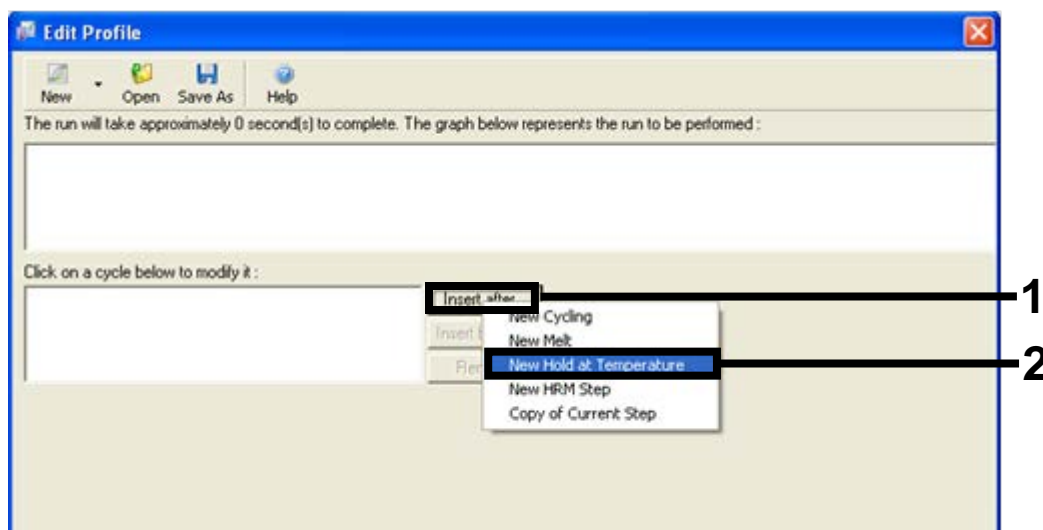

Bild 24. Infoga ett initialt inkubationssteg. (1 = knappen "Insert after" [Sätt in efter], 2 = "New Hold at Temperature" [Ny bibehållning vid temperatur].)
6. Klicka på knappen "Insert after" [Sätt in efter] och välj "New Hold at Temperature" [Ny bibehållning vid temperatur] (bild 24).